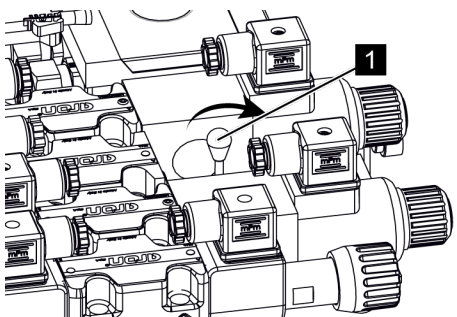

Fig. 84: Régler les fonctions d'appui et de la plateforme
6. → Tourner vers la droite la vanne « Appuis et plateforme » avec le levier (Voir la Fig. 84/1) sur les fonctions d'appui et de la plateforme (Voir la Fig. 84/1).